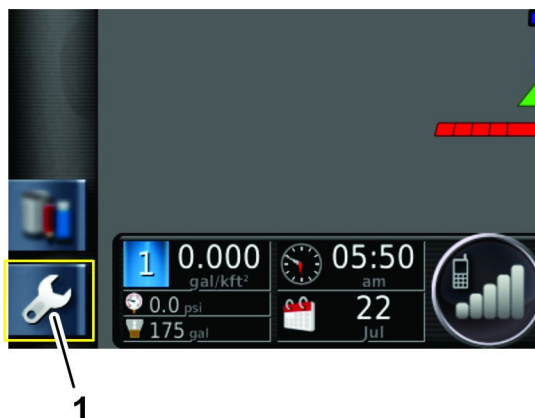

Figura 18
1. Pressione o ícone de Configuração no ecrã principal (Figura 18).